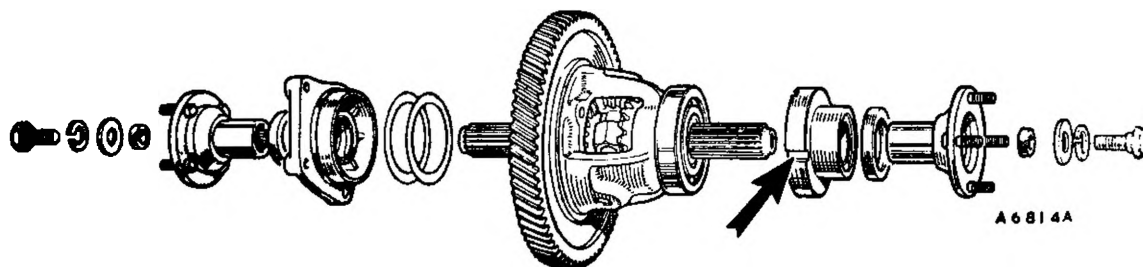

Fig. Fa. 65
14. Collocare il gruppo del differenziale nella scatola della trasmissione spingendolo verso il convertitore di coppia. La cava nella bussola distanziale deve allinearsi con il grano riportato sulla scatola della trasmissione (vedi la Fig. Fa. 65). Installare una guarnizione nuova di tenuta, fissandola nella sua sede con ermetico Hylomar. Assicurarsi che la tenuta ad olio sia in contatto con il lato della bussola distanziale e riattaccare quindi il supporto differenziale. Sostituire le piastrine ed avvitare i dadi di fissaggio sulla scatola del differenziale, senza peraltro stringerli a fondo.